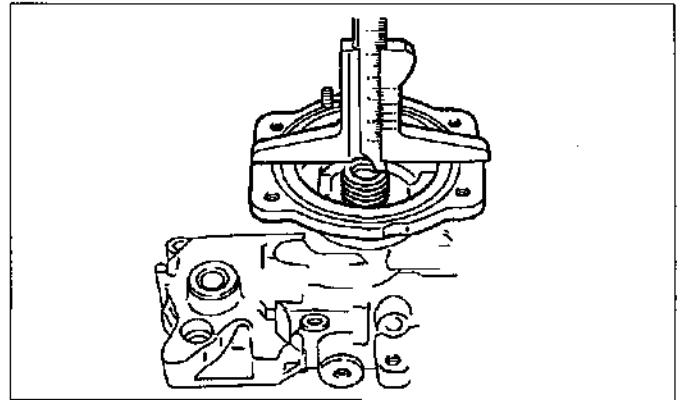

Figura.14-68
1) Determine la dimensión L_1 (distancia desde la parte superior de la cubierta) y espesor de la laminilla. (Vea la figura.14-68)